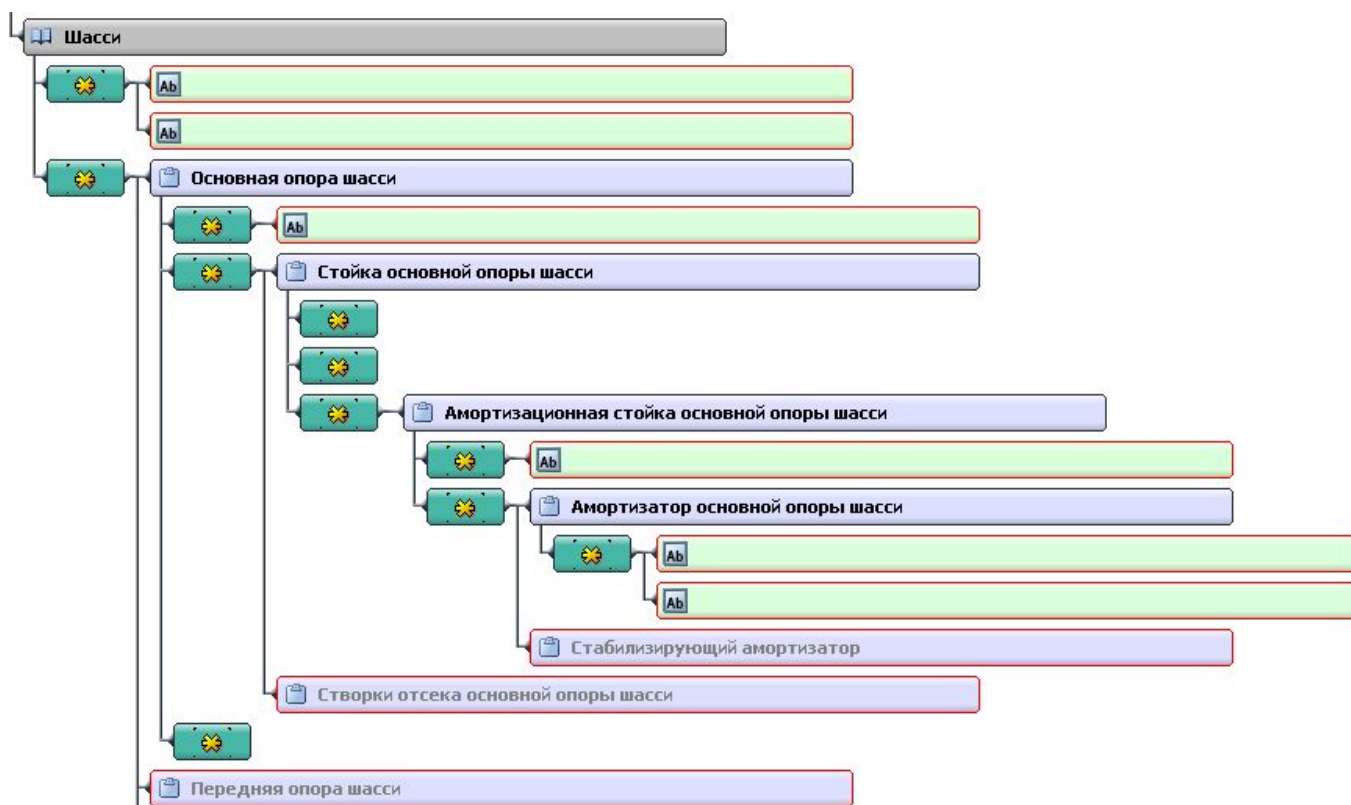

Рис. 2.59
13. Разверните структуру элемента «Амортизатор основной опоры шасси». Создайте второй **Модуль данных**, нажав один раз на прямоугольник со значком индикатора . (Рис. 2.59).
Структура проекта создана (Рис. 2.59).